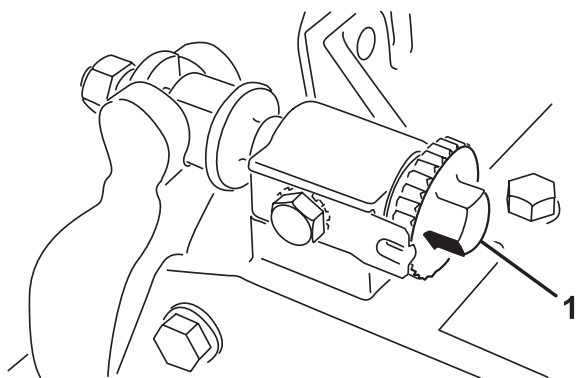
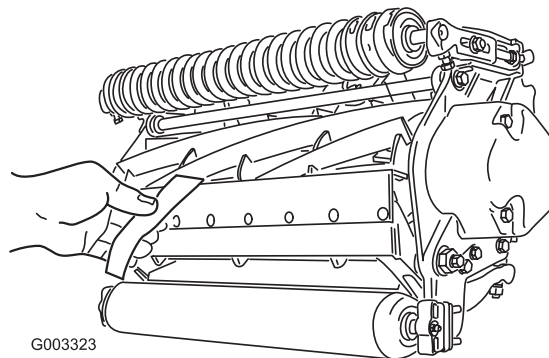

Bild 7
Bild 8
1. Stellen Sie die Maschine auf eine flache, ebene Arbeitsfläche. Stellen Sie, indem Sie die Einstellschrauben des Untermesserträgers nach links drehen (Bild 7) sicher, dass die Spindel das Untermesser nicht berührt.
3. Führen Sie an einer Seite der Spindel einen langen Streifen Papier zwischen der Spindel und dem Untermesser ein (Bild 8). Drehen Sie die Einstellschraube des Untermesserträgers, während Sie die Spindel langsam vorwärts nach rechts drehen (am selben Ende der Spindel) (Bild 7), jeweils um einen Klick, bis das Papier fest gehalten wird, wenn Sie es von vorne parallel zum Untermesser einführen. Wenn das Papier gezogen wird, sollten Sie einen leichten Widerstand spüren.
5. Vergewissern Sie sich nach dieser Einstellung, dass die Spindel Papier einklemmen kann, das von vorne eingeführt wird, und Papier schneiden kann, das senkrecht zum Untermesser eingeführt wird (Bild 8). Papier müsste sich mit minimalem Kontakt zwischen Untermesser und Spindelmessern schneiden lassen. Wenn ein zu großer Spindelwiderstand besteht, läppen oder schleifen Sie das Mähwerk nach, um die für einen genauen Schnitt erforderlichen scharfen Kanten zu erhalten (weitere Angaben finden Sie in der Toro Anleitung „Schärfen von Spindel- und Sichelmähern“, Form No. 80-300PT).